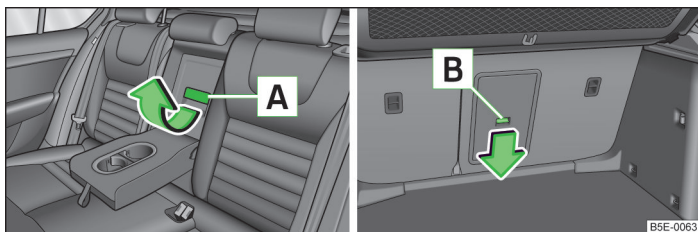

Fig. 76 Scaunele din spate: Măner / Portbagajul: Tasta de deblocare
- Trageți mânerul **A** » fig. 76 în sensul săgeții și rabatați în jos capacul.
- Împingeți tasta de deblocare **B** » fig. 76 în sensul săgeții și rabatați capacul împreună cu cotiera în față.
Aveți grijă ca după închidere să fie întotdeauna bine fixate cotierele. Acest lucru îl recunoașteți după zona roșie de deasupra tastei de deblocare **B** » fig. 76, care nu se poate vedea din portbagaj.